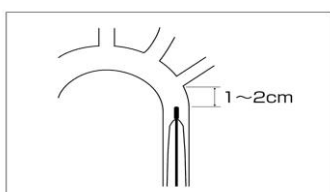

図 3. バルーン先端位置
14) X 線透視装置にてバルーン先端を大動脈弓部の直下に位置させる。(図 3 参照)